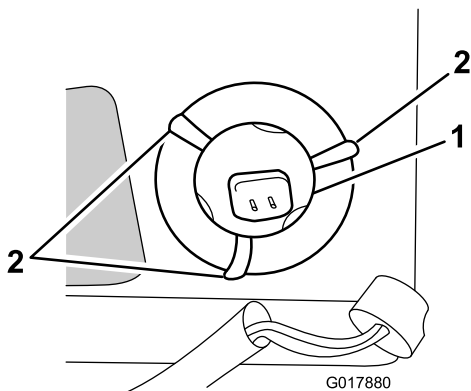

Bild 32
7. Biegen Sie die Drahtlaschen im Metallmantel (mit denen die Birne befestigt ist) nach außen, siehe Bild 32.